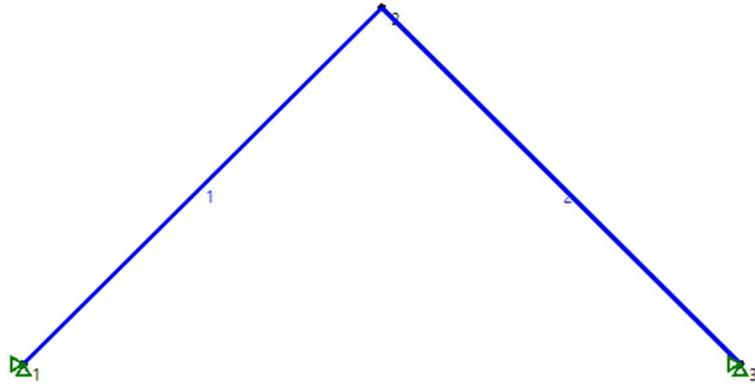
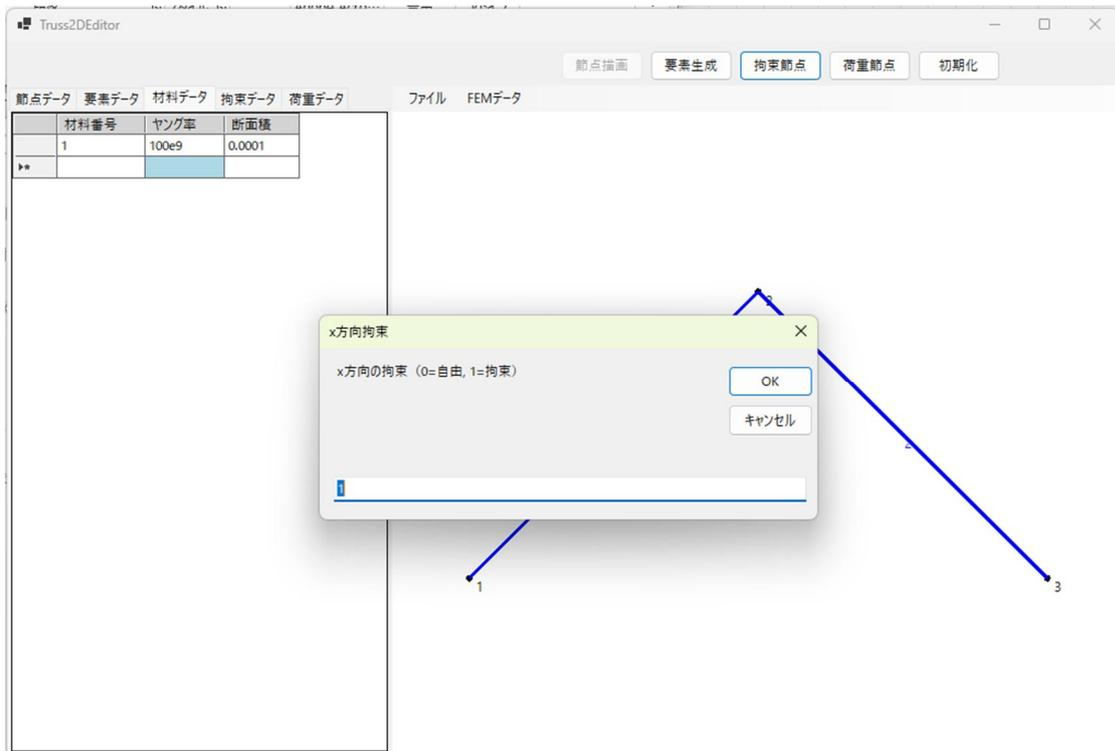

図 10 拘束節点記号の表示
図 11 拘束節点の指定と拘束方向の入力
2. 3節の材料データの書き換えを行ったあとに、「拘束節点」のボタンを押し、続いて拘束したい節点（本問題では節点1と節点3を完全拘束（ x, y 方向の変位を拘束）するものとする）付近にマウスカールソルを移動して左クリックする。すると、図10のように、 x 方向の拘束の有無を尋ねられるので、1（デフォルト）の入力のままにして「OK」を押す。続いて y 方向についても同様に1のままにしてOKを押すと、図11のように節点1および節点3に拘束を表す三角形記号△などが表示される。